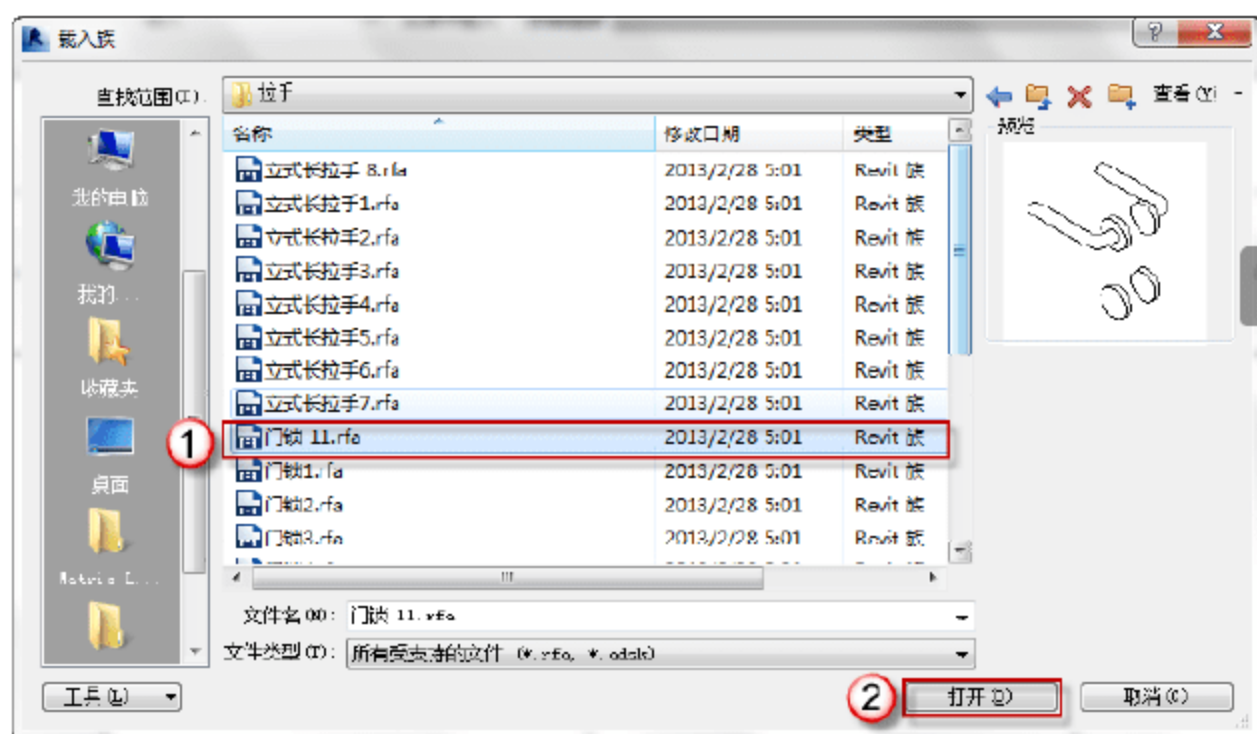

图 6.1.35 插入门拉手族
(33) 载入门锁族。选择“项目浏览器”中的“楼层平面”→“参照标高”选项，进入门的参照标高视图。选择“插入”→“载入族”命令，弹出“载入族”对话框，打开“建筑”\“门”\“门构件”\“拉手”文件夹，选择“门锁 11.rfa”，单击确定“打开”按钮，如图 6.1.35 所示。